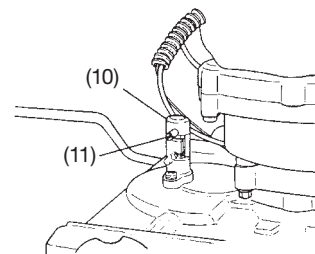

Fig. 8
- 6) Cuando se atasque la barrena durante la excavación y esté duro para extraerla de la tierra, debe pararse el motor y bloquearse la barrena con el pasador de bloqueo para facilitar la tarea. (Fig. 8) (La fijación del pasador de bloqueo se realiza girando ligeramente el cabezal de potencia mientras se esté empujando el pasador. Luego girar la manija del pasador en el sentido de las agujas del reloj para bloquearlo.)